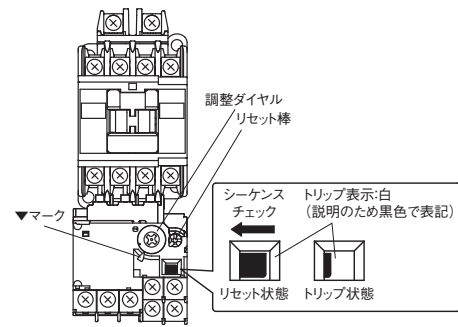

図1
(1) 電流整定のしかた【図1】
(2) 動作表示【図1】
(3) シーケンスチェック【図1】
(4) リセット方法【図1】